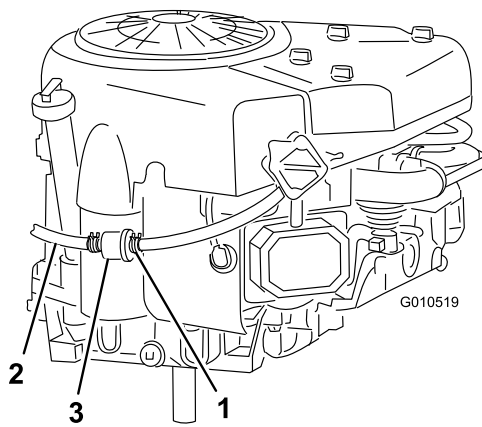

Bild 28
7. Drücken Sie die Enden der Schlauchklemme zusammen und schieben Sie sie an der Kraftstoffleitung nach oben zum Kraftstofftank (Bild 28).
8. Ziehen Sie die Kraftstoffleitung vom Kraftstofffilter (Bild 28) und lassen Sie den Kraftstoff in einen Benzinkanister oder ein Auffanggefäß ablaufen.
10. Schieben Sie die Schlauchklemme ganz an den Kraftstofffilter heran, um die Kraftstoffleitung und den Kraftstofffilter zu befestigen (Bild 28).
Tauschen Sie den Kraftstofffilter am besten aus, wenn der Tank leer ist (Bild 28). Bauen Sie nie einen verschmutzten Filter wieder ein, wenn Sie diesen aus der Kraftstoffleitung entfernt haben.